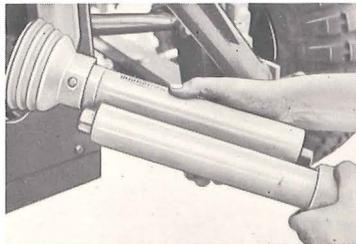

Fig. 6
2. En el primer montaje se debe encajar la parte delantera del árbol articulado en el eje-toma de fuerza del tractor. Pero **no se deben encajar los tubos del árbol articulado**, sino, que teniéndolos simplemente juntos, se comprueba que dichos tubos **encajan por lo menos 60 mm en cada posición** y por otro lado **no dan contra las articulaciones de cruceta!** En los tubos del árbol articulado demasiado largos, se debe acortar ambos lados (Fig. 6). El ángulo de oblicuidad de una articulación de cruceta no debe pasar **los 25 grados**. (Lubrificar los tubos del árbol articulado!) El protector del eje-toma de fuerza es desmontable. Instrucciones al respecto encuentra Ud. en la lista de repuestos.